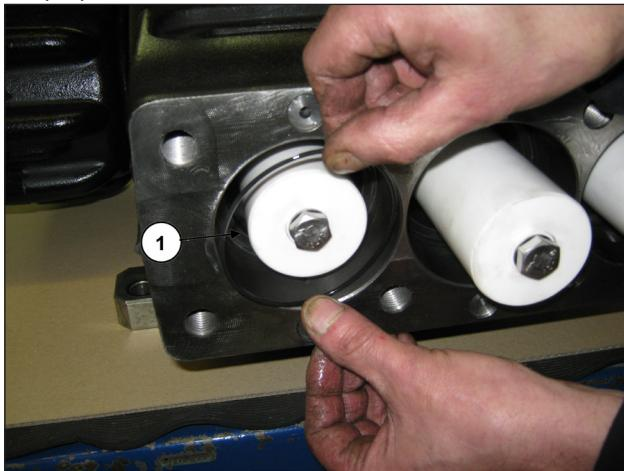

Рис. 116
Вставьте уплотнительные кольца круглого сечения O-Ring в картер насоса (поз. ①, Рис. 116).